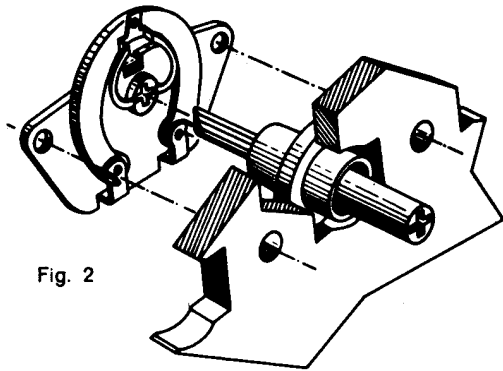

Fig. 2
De trimpotentiometer (fig. 2).
1. Enkelvoudig. Steek de as (42) met het kruisvormige uiteinde door de potentiometer (40), steek het geheel door het gat in de voorplaat, waarlangs aan twee zijden reeds montageveren zijn aangebracht. Druk de potentiometer met de twee bevestigingsgaten over deze veren. Steek door de haarspeldveren een stuk draad om de potentiometer vast te houden (fig. 2 b).
Fig. 2 b